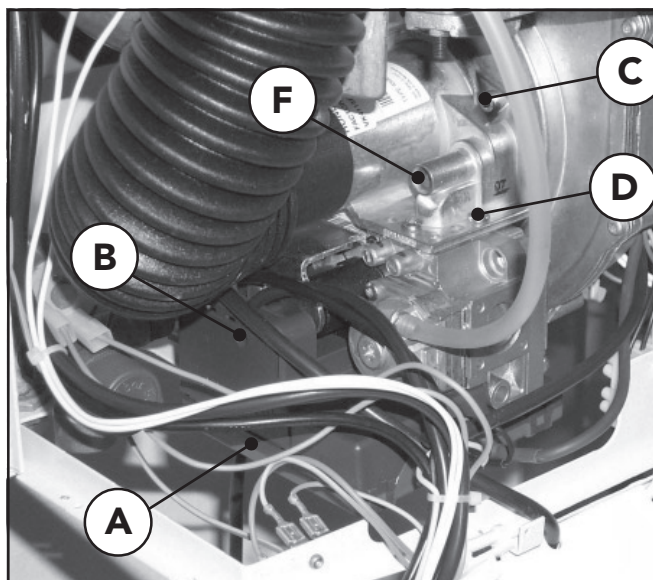

Fig. 19
Indien het noodzakelijk blijkt een ander type gas te gebruiken dan het voorgeschreven type, moet het correct diafragma tussen de gasklep en de venturibuizen worden geplaatst (verwijderd), en met de stelschroef F (fig. 19) op de brandergroep het gehalte aan CO2 in de rook worden regelen volgens de nominale waarde (bereik +/- 0,1%), weergegeven in de tabel:
- 15 Indien nodig, de stelschroef F (fig. 19) op de branders regelen, om de CO2-waarde naar de nominale waarde te brengen (+/- 0,1%), voorzien in de tabel relatief aan het overeenkomstig type gas. Het is aangewezen alleen de stelschroef F te regelen, en niet de gasklep: een dergelijke handeling kan de correcte werking van het toestel immers in het gedrang brengen.